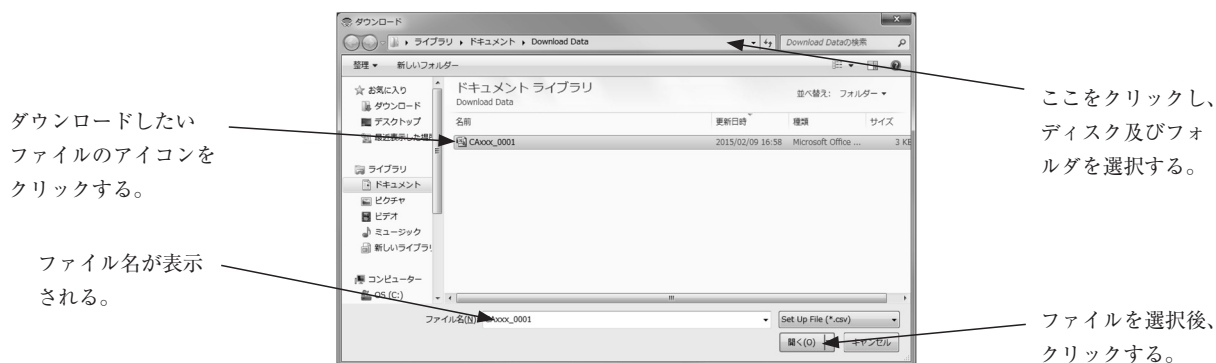

図179
- ② 流量計の確認が終了したら、ダウンロードしたいデータを読み出します。
- ③ メニューの「File(F)」をクリックし、「データベース(F)」のドロップダウンリストの中から「ダウンロード(D)」を再度クリックします。
- ④ コモンダイアログ(図179)が表示されます。ダウンロードするファイルが格納されているディスク及び、フォルダをドロップダウンリストにて選択します。
- ⑤ ダウンロードするファイルをクリックし、選択します。「ファイル名(N)」を確認し、「開く(O)」ボタンをクリックします。ファイルをダウンロードせずに終了する場合は「キャンセル」ボタンをクリックします。